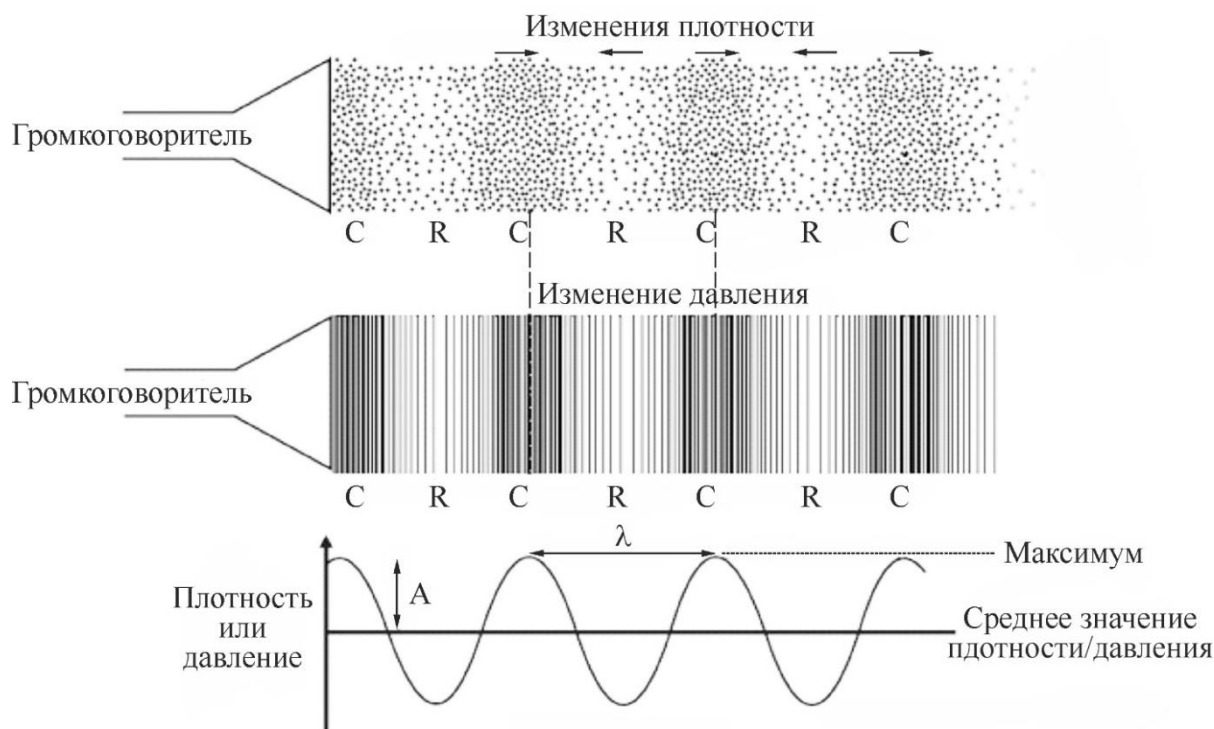

Рис. 1. Распространение звуковой волны в среде
Звуковая волна, как и всякая другая волна, создаётся в материале под влиянием колеблющегося предмета. Его движение порождает звуковую волну, и частицы той среды, через которую она проходит, колеблются в ту и другую сторону на некоторой частоте  $f$  (рисунок 1). Частота связана с периодом – временем, необходимым для завершения одного полного цикла колебаний – соотношением
Прохождение звука требует некоторой среды, вещества (газообразного, жидкого или твёрдого), в отличие от света (электромагнитной волны), способного распространяться в вакууме. Звук – продольная волна, характеризующаяся длиной  $\lambda$  и частотой  $f$ . На физическом уровне звук распространяется в виде чередующихся областей сгущений (С) и разрежений (R) частиц среды (т.е. областей повышенного и пониженного давления в среде), варьирующихся вокруг среднего значения. Именно это колебание в воздухе, производимое, например, громкоговорителем или иным устройством, достигает уха (рисунок 1).